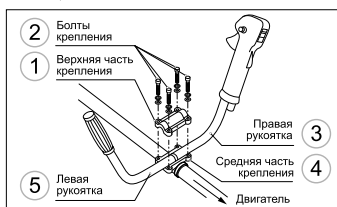

рис. 2
- Снимите верхнюю часть крепления рукояток (1, рис. 2), выкрутив 4 винта (рис. 2). Установите рабочие рукоятки (3 и 5, рис. 2). Правая рукоятка (3, рис. 2) снабжена органами управления двигателем, рукоятки должны быть направлены в сторону редуктора.